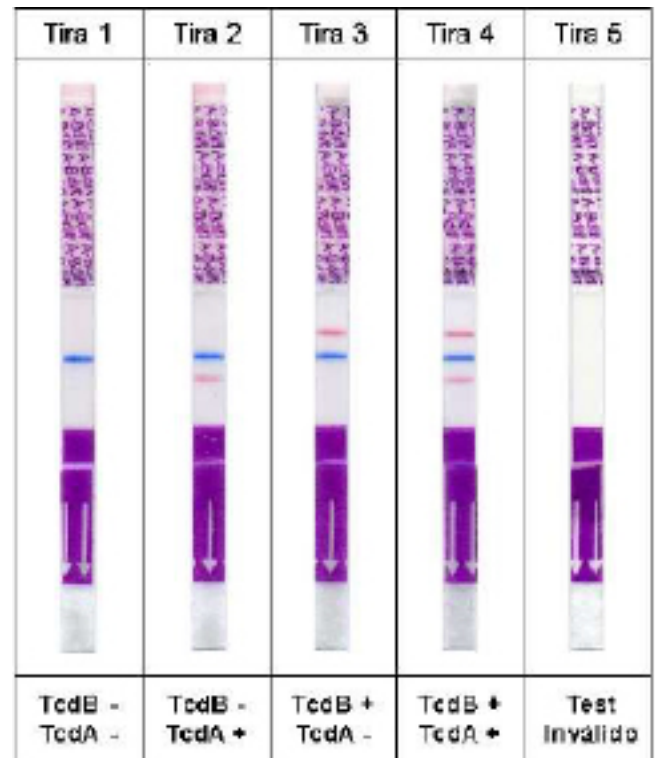

Fig.1 Modelos de posibles resultados. La lectura se indica debajo de Las tiras.
Diferentes líneas de color serán visibles, dependiendo del contenido de toxinas en la muestra. Estas líneas se usan para interpretar el resultado a los 15 minutos de incubación a temperatura ambiente (ver Fig. 1)
- Incubar y leer el resultado exactamente a los 15 minutos en la zona central blanca de la tira (ver Fig. 1)
Las cinco tiras que se muestran en la Fig. 1 son un ejemplo de los distintos resultados que se pueden obtener con el test 2A-Bdiff.